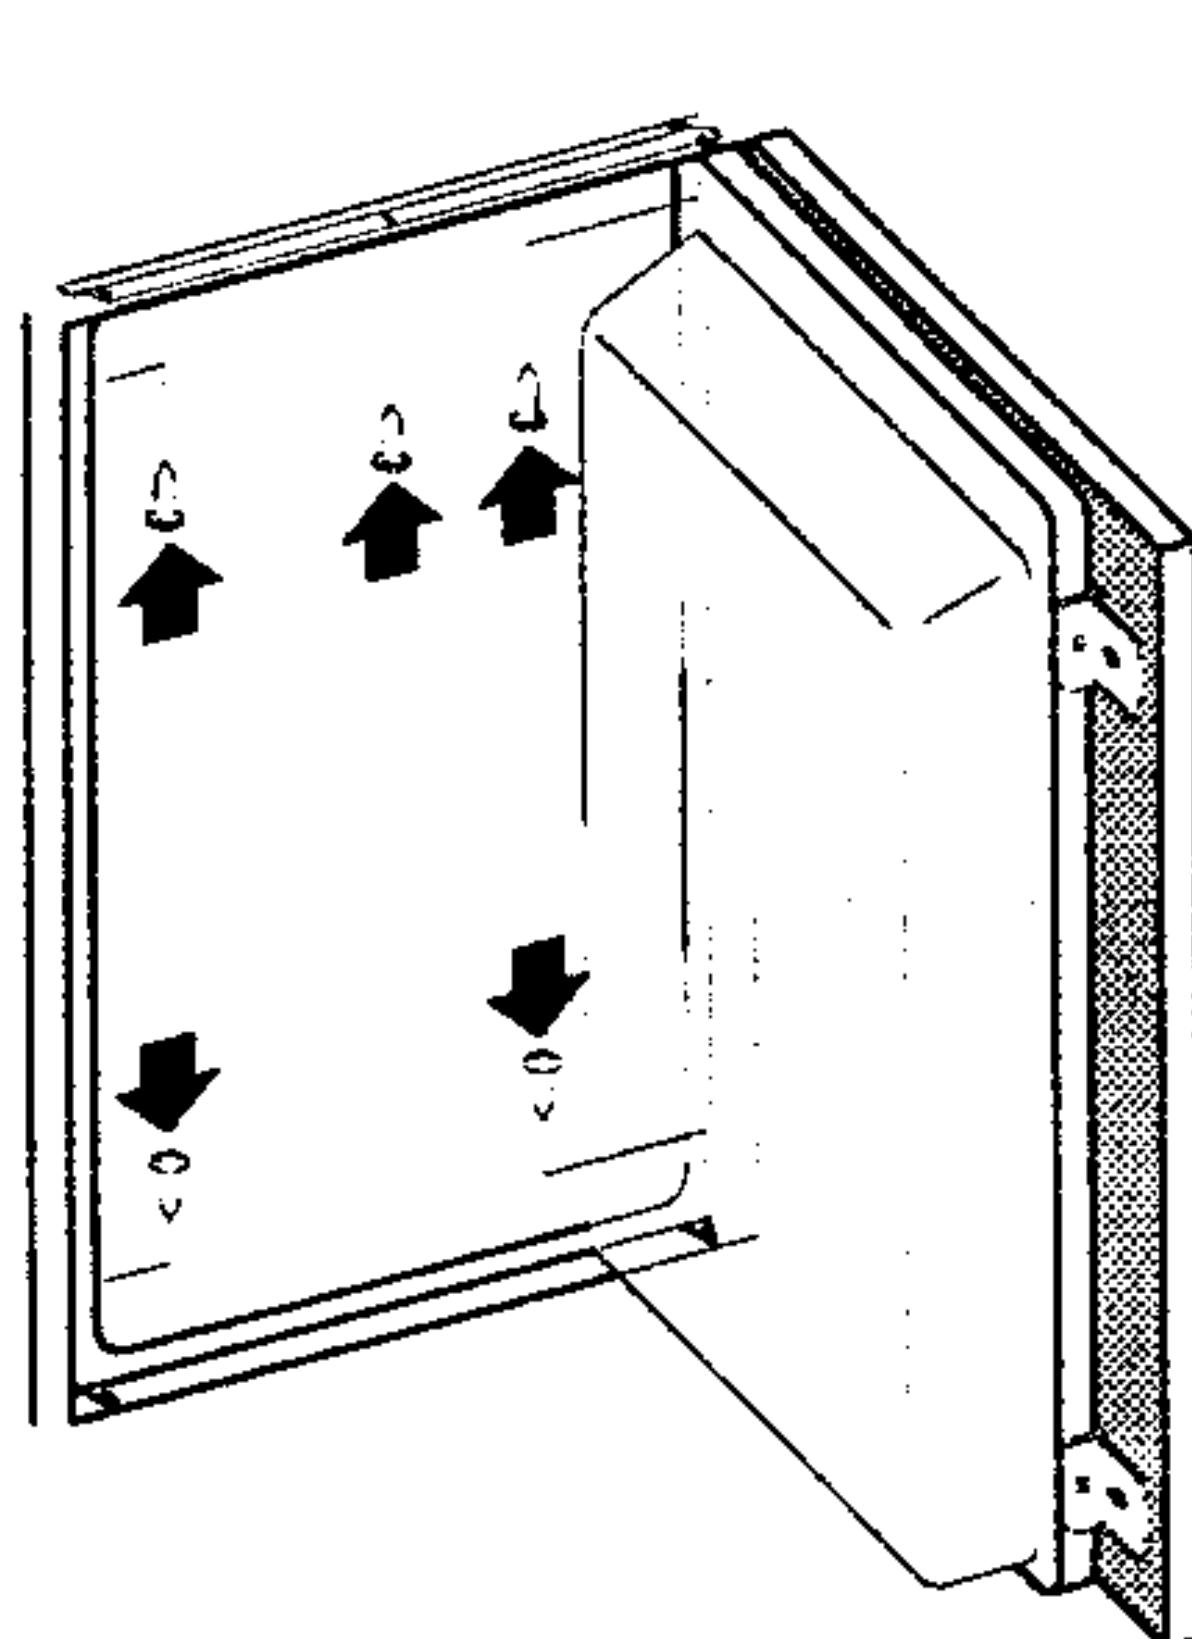

Bild 5
- Schließlich befestigen Sie das Gerät ins Möbelement. Schrauben Sie es an die Decke mit drei Schrauben durch die obere Leiste (A 4 x 12) und in den Boden mit zwei Schrauben durch die unteren Scharniere (A 4 x 16). Für die Schrauben A 4 x 12 sind Löcher ø 3 x 5 auszubohren (Bild 5).